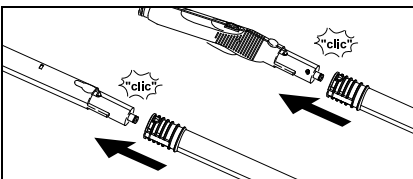

Abb. 7
- Bei Bedarf die Verlängerungrohre (G1) verwenden. Dazu ein bzw. beide Verlängerungrohre auf die Dampfpietole (C1) montieren (siehe Abb.7). Benötigtes Zubehör (D1, E1,F1,H1) auf das freie Ende des Verlängerungsrohres schieben.